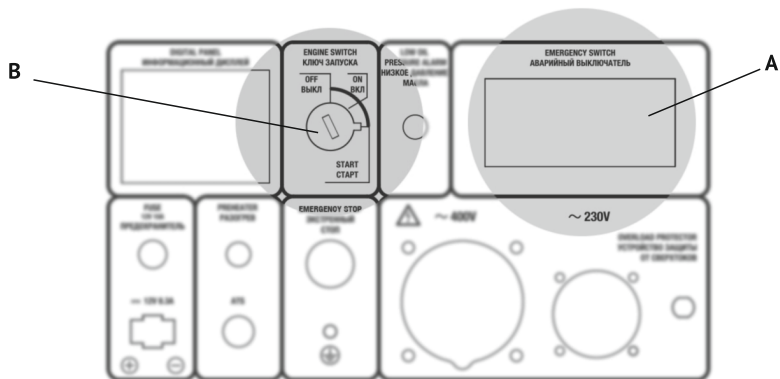

Рис. 9
- Установить ключ в положение ВКЛ (рис.9, **B**).
- Установите автомат защиты (аварийный выключатель) в положение ВЫКЛ (рис.9, **А**).
- Поверните ключ в положение ВЫКЛ (рис.9, **В**).